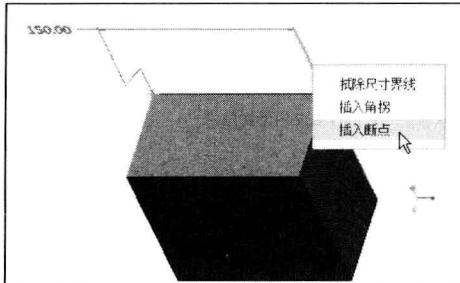

图 1-10
Step 07 在尺寸界线上按住鼠标右键，在弹出的快捷菜单中选择“插入断点”命令，如图 1-10 所示。